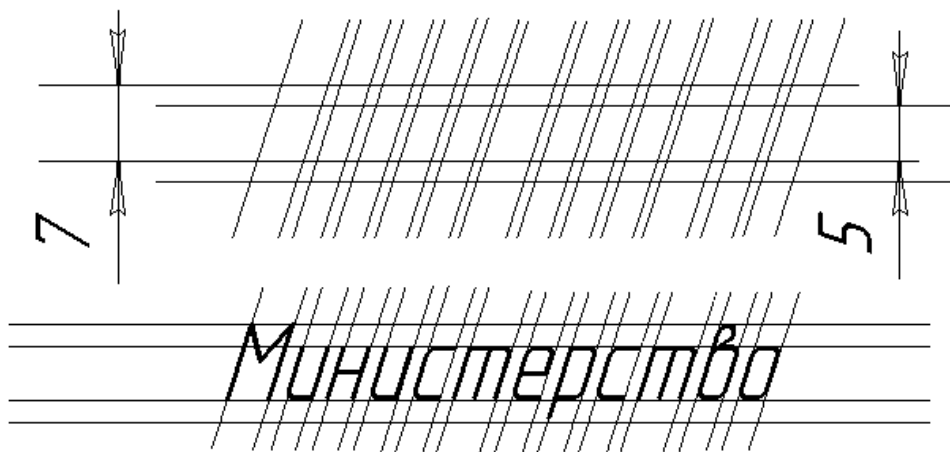

Рисунок 6 – Упрощенная вспомогательная сетка для написания чертежного шрифта
3. При выполнении разметки пользоваться упрощенной сеткой (рис.6), которая ограничивает высоту и ширину букв, промежутки между буквами и цифрами. При оформлении титульного листа используют шрифт №7 и шрифт №10;